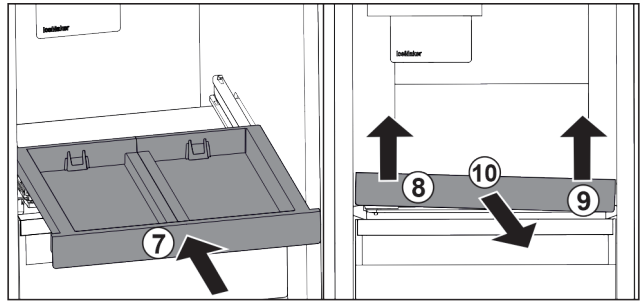

Fig. 91
- ▶ Lükake väljatõmbetahvel sisse. Fig. 91 (7)
- ▶ Tõstke väljatõmbetahvli eest vasakult üles. Fig. 91 (8)
- ▶ Tõstke väljatõmbetahvli eest paremalt üles. Fig. 91 (9)
- ▶ Võtke väljatõmbetahvel ettepoole välja. Fig. 91 (10)